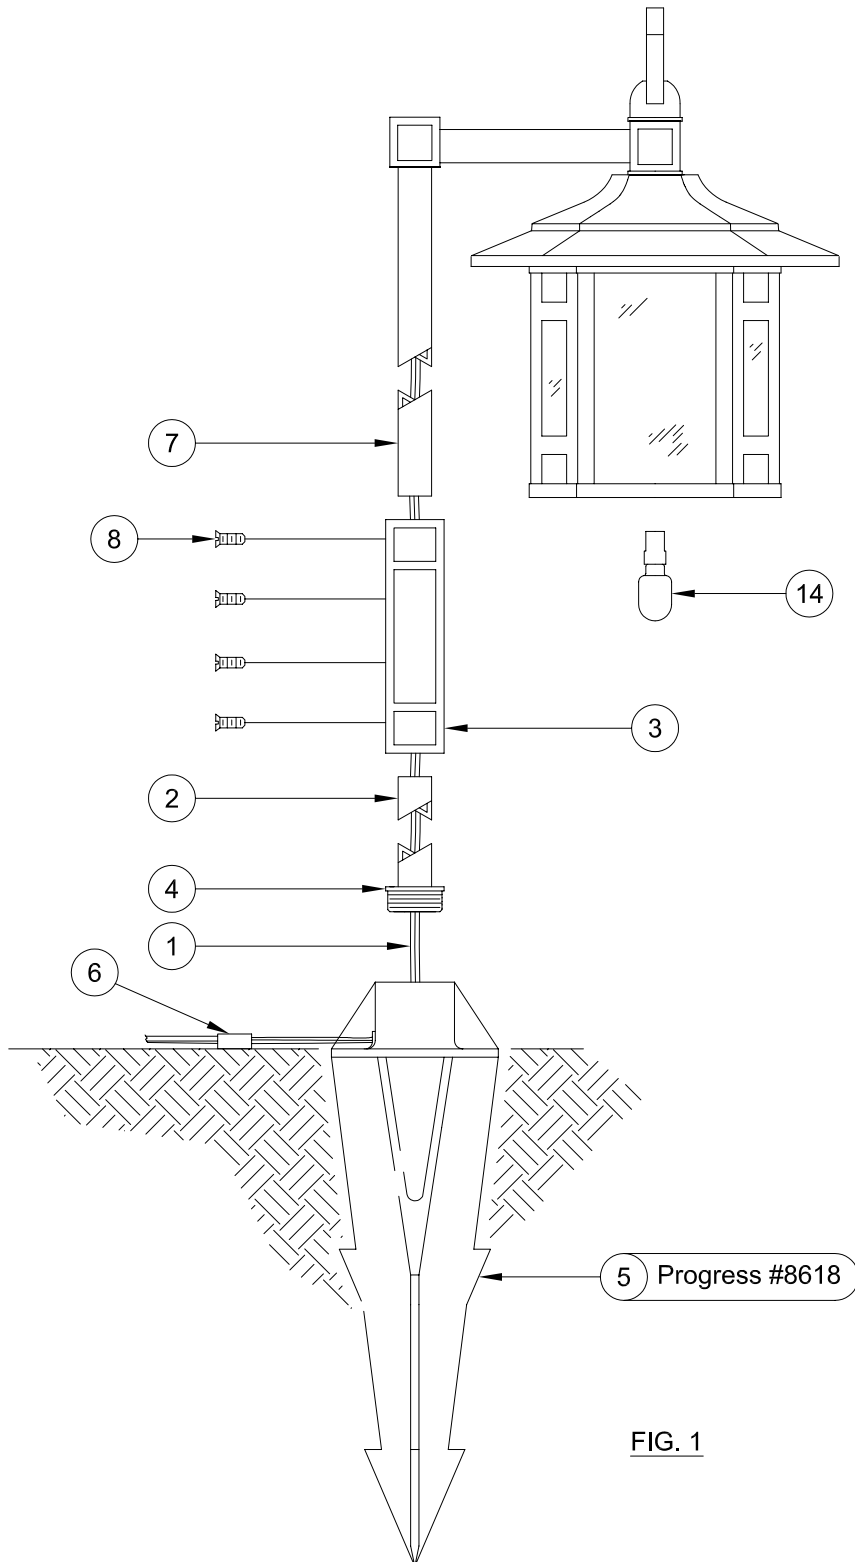

FIG. 1
- 1.- Slip Fixture Wires (1) through Collar (3), Stem (2) and down through top opening of Ground Stake (5).
- 2.- Attach Collar (3) to Stem (2) and Stem (7) with Screws (8).
- 3.- Thread Adapter (4) firmly down into Progress 8618 Ground Stake (5) and make connections to supply wires using Wire Connector (6) as shown (Figure 1). Push stake down into ground until top of stake is even with grade (Figure 1).
- 4.- Install Lamp (14) 12 volt, 18 watt wedge base (T-5, #921).
1.- Pase los alambres del aparato de luz (1) por el aro (3), el vástago (2) y hacia abajo por la abertura en la parte superior de la estaca (5).
2.- Sujete el aro (3) al vástago (2) y sujete el vástago (7) con los tornillos (8).
3.- Enrosque firmemente el adaptador (4) en la estaca a tierra Progress 8618 (5) y haga las conexiones de los alambres de suministro usando el conector de alambres (6) como se muestra (Fig. 1). Empuje la estaca hacia abajo en el terreno hasta que la parte superior de la estaca quede al ras del suelo (Figura 1).
4.- Instale una bombilla (14) de 12 voltios, con un casquillo en cuña de 18 vatios (T-5, #921).